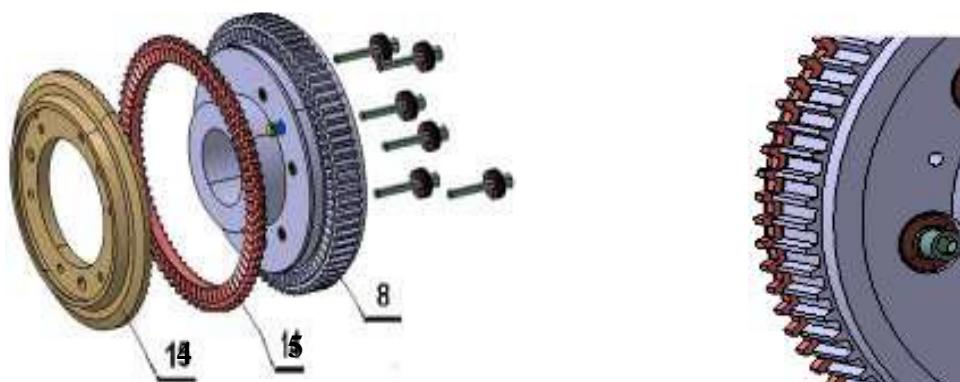

Figure 4 : Mécanisme de rattrapage de jeu
**I-6 :** Dans le **sous ensemble {14 , 15 , 8}**, la pièce 14 a des dents sur sa périphérie et sur ses flancs. Ce sous ensemble permet de rattraper le jeu de l'engrenage 7-8. Expliquer comment se fait ce rattrapage du jeu. Justifier l'utilité de ce dispositif. **La figure 4 ci-dessous donne les formes des pièces du sous-ensemble.** (2 points)